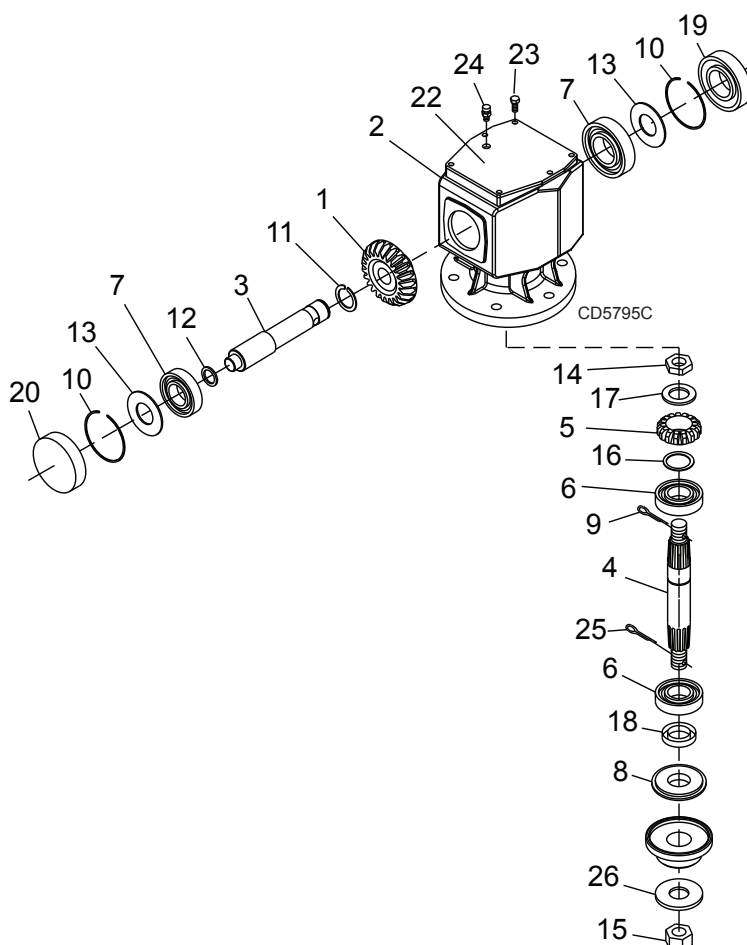

Figura 11. Caixa de Engrenagens
### **Troca do Retentor do Eixo Vertical ( Figura 11)**
3. Remova barra transversal (veja figura 11).
4. Remova a proteção (8) e o retentor do eixo vertical (18). Troque o retentor (18) por um novo.
### **Troca do Retentor do Eixo Horizontal (veja Figura 11)**
### **Remoção da Roçadeira (veja Figura 11)**
2. Remova a cupilha e a porca do eixo vertical e remova a barra transversal (Veja Figura 11).
### **Desmontagem ( Veja Figura 11)**
2. Prenda a barra transversal (Veja a figura 11).